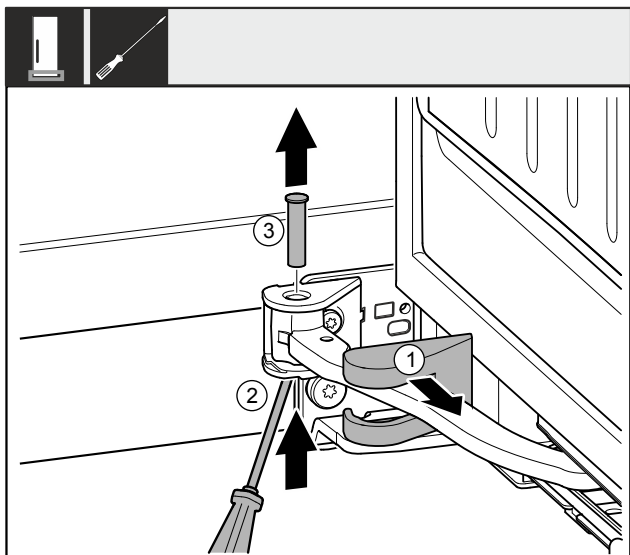

Fig. 9
- ▶ Зніміть кришку опорного кронштейна Fig. 9 (1) та перемістіть вздовж шарніра.
- ▶ Рукую чи викруткою підійміть штифт Fig. 9 (2) знизу.
- ▶ Витягніть штифт Fig. 9 (3) угору.